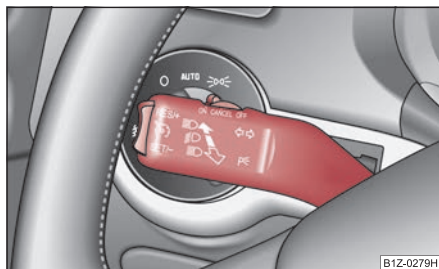

Fig. 62 Maneta de acționare a luminilor de semnalizare și a luminii de drum
- Apăsați maneta în sus, respectiv în jos ⇒ fig. 62.